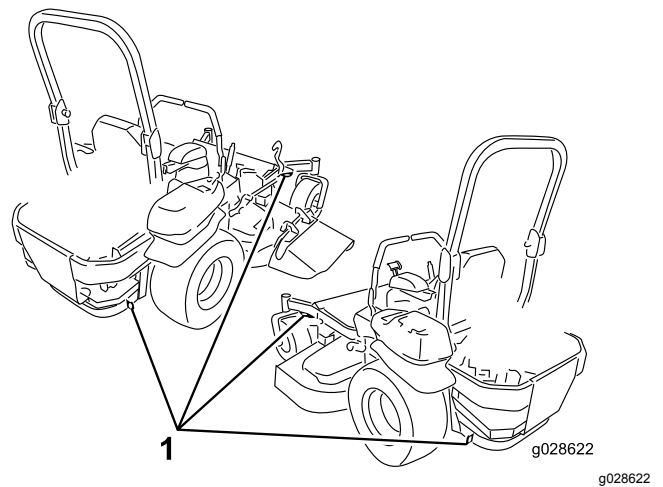

Figura 45
6. Prenda a máquina perto das rodas giratórias frontais e pára-choques traseiro com correias, correntes, cabos ou cordas (Figura 45). Consulte as diretrizes locais relativas a requisitos de dispositivos de fixação.